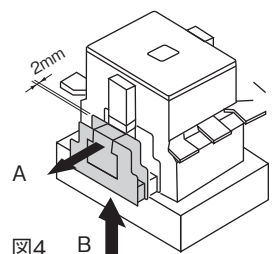

図4
- (1) 補助接点ユニットを矢印Aの方向へ引っ張り2mm程度の隙間をあけた状態で、矢印Bの方向に引き抜いてください。(図4)